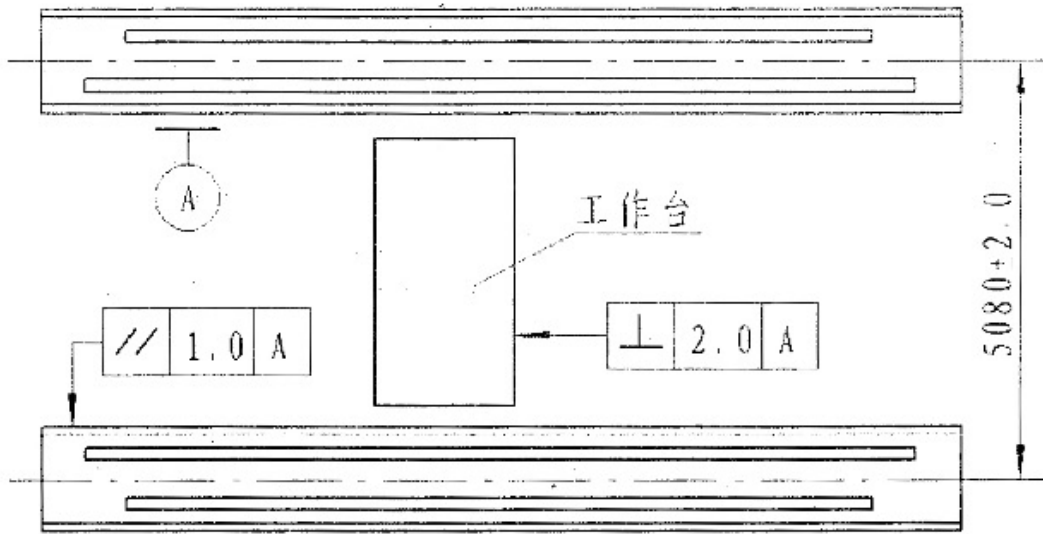

图 1
- a、将左、右导轨梁分别放置到左、右侧水泥基础上，用螺栓支撑。调整左、右导轨梁的距离、平行及前后位置，保证两导轨梁中心距为 $5080 \pm 2.0\text{mm}$ ，平行度误差不大于 1.0mm ，前后位置误差不大于 4.0mm ，同时确保左、右导轨梁与工作台车上工作台面长度方向（ 3250mm ）垂直，保证垂直度误差 $\leq 2.0\text{mm}$ 。（见图1）